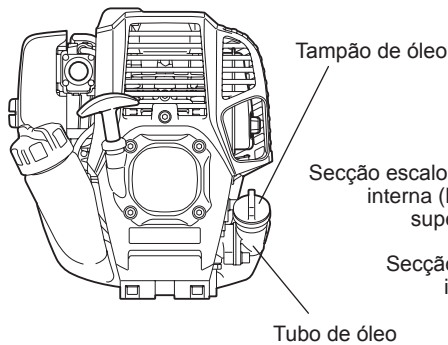

Fig. 1
- Defina o nível do motor, retire o tampão de óleo (Fig. 1) e verifique se existe ou não óleo no intervalo entre as marcas de limite superior e inferior do tubo de óleo (Fig. 2).